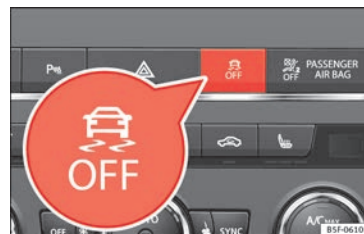

Bild 188 Mittkonsol: Knapp för att slå på/av ESC och ASR
- Tryck på knappen » **bild 188** i ca 1 sekund för att stänga av ASR-funktionen.
- Tryck på knappen » **bild 188** i ca 3 sekunder för att stänga av det elektroniska stabilitetsprogrammet (ESC), inklusive ASR-funktionen.
- ASR- och ESC-funktionen kan aktiveras igen genom att man trycker på knappen » **bild 188**.